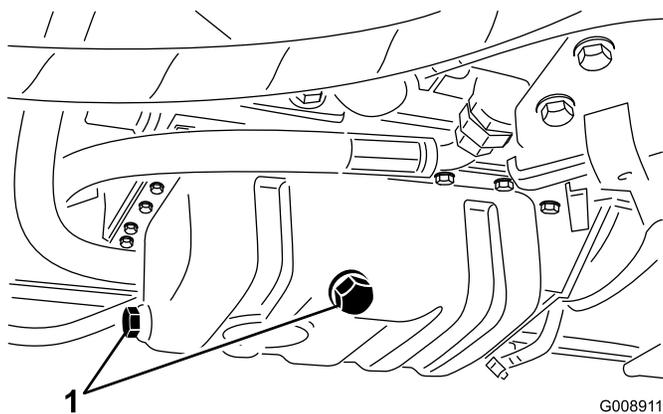

図 63
1. ドレンプラグのどちらか一方(図 63)を外してオイルを容器に受け、オイルの流出がおわったらプラグを元通りに取り付ける。